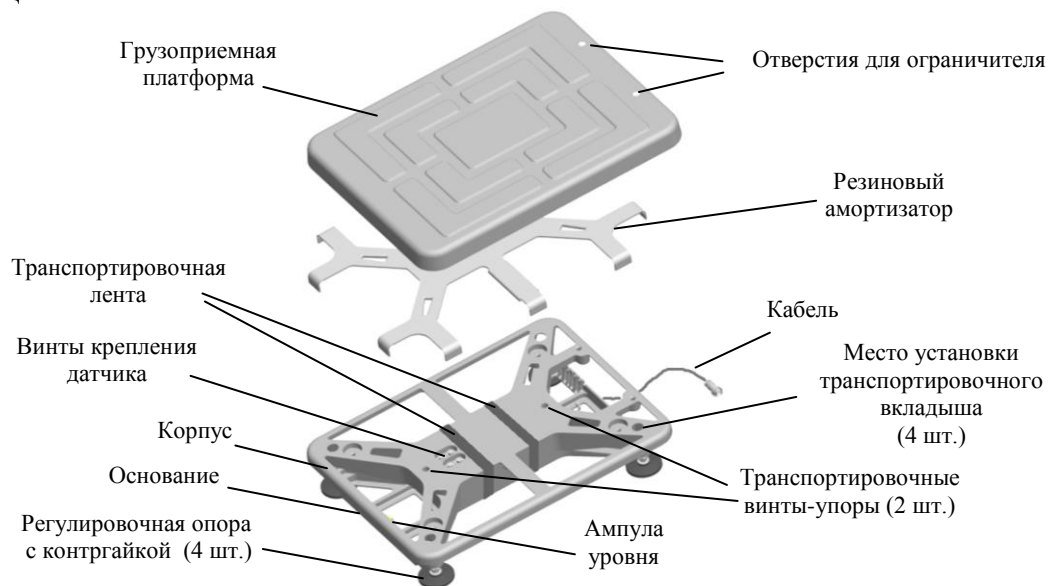
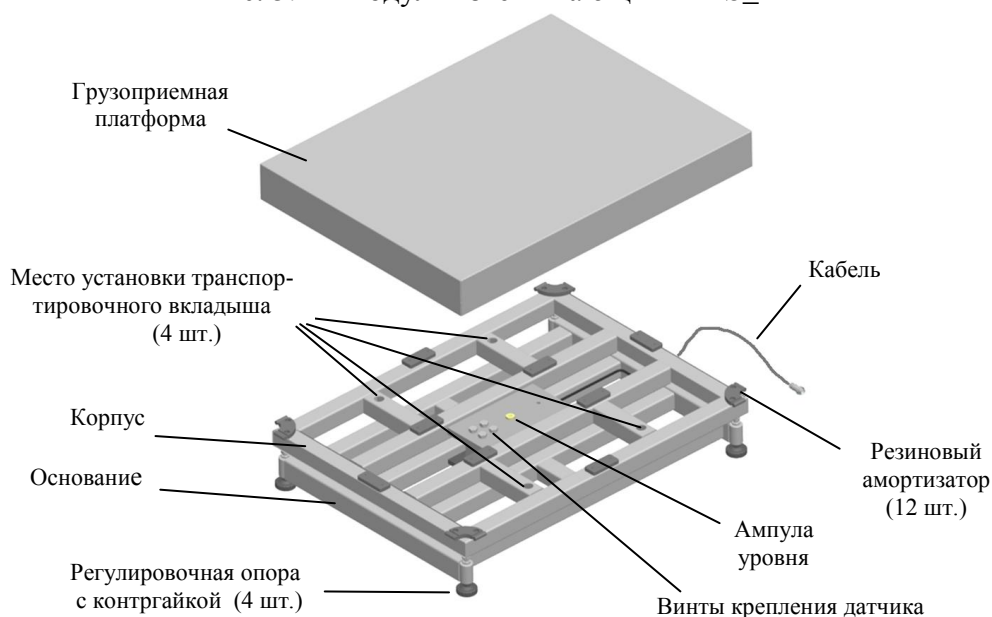

Рис. 5.1 - Модуль взвешивающий ТВ-S\_
Рис. 5.2 - Модуль взвешивающий ТВ-M\_
6.2 Снять грузоприемную платформу. Вынуть транспортировочные вкладыши (Рис. 5.1, Рис. 5.2).
5.5 Установить весы на твердой ровной поверхности. При помощи регулировочных опор выставить весы по ампуле уровня таким образом, чтобы пузырек воздуха находился в центре ампулы. При необходимости, затянуть контргайки регулировочных опор (Рис. 5.2).